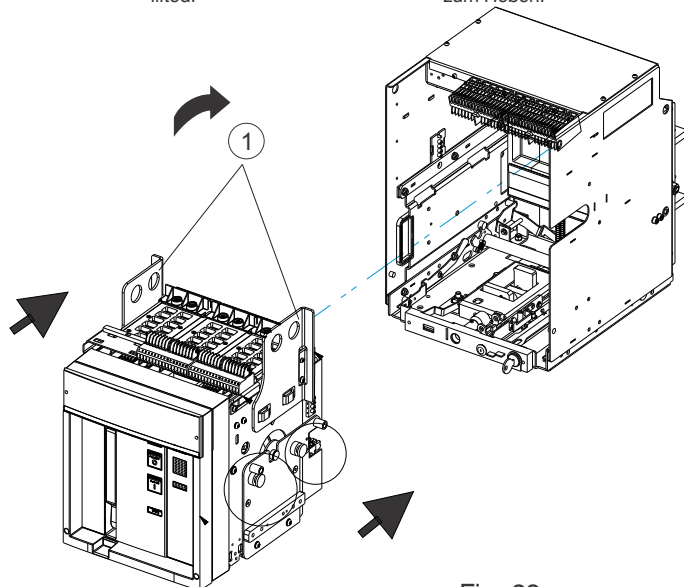

Fig. 28
Sollevare la parte mobile e inserirla nelle guide della parte fissa inclinandola come indicato in fig. 28 & 29.
Lift the moving part and fit it into the guides of the fixed part, tilting it as shown in fig. 28 & 29.
Den beweglichen Teil und in die Führungen des festen Teils einschieben, indem er wie in Abb. 28 & 29 gezeigt geneigt wird. Die Leistungsschalter sind vorzugsweise mit einem besonderen Gabelstapler zu heben. Die Verwendung von Seilen ist ebenfalls zulässig. Soulever la partie mobile et
l'introduire dans les glissières de la partie fixe, en l'inclinant comme indiqué dans la figure 28, 29. Les disjoncteurs doivent être soulevés de préférence avec un chariot élévateur adéquat. L'emploi d'élingues-câbles est toutefois autorisé.
Elevar la parte móvil e inserirla en las guías de la parte fija, inclinándola como se indica en la fig. 28, 29. Efectuar la elevación de los interruptores en lo posible con una carretilla elevadora idónea. Está permitido de todos modos el uso de cuerdas.
Il kit di retrofitting direct replacement (fig. 28) è corredato di apposite piastre (1) per il sollevamento.
The Direct Replacement retrofitting kit (fig. 28) has supports (1) allowing it to be lifted.
Der Nachrüstsatz «direct replacement» (Abb. 28) verfügt über geeignete Schultern (1) zum Heben.
Le kit de mise à niveau «retrofitting direct replacement» (fig. 28) est doté d'épaules spéciales (1) de levage.
El kit de retrofitting direct replacement (fig. 28) está provisto de específicos apoyos (1) para la elevación.